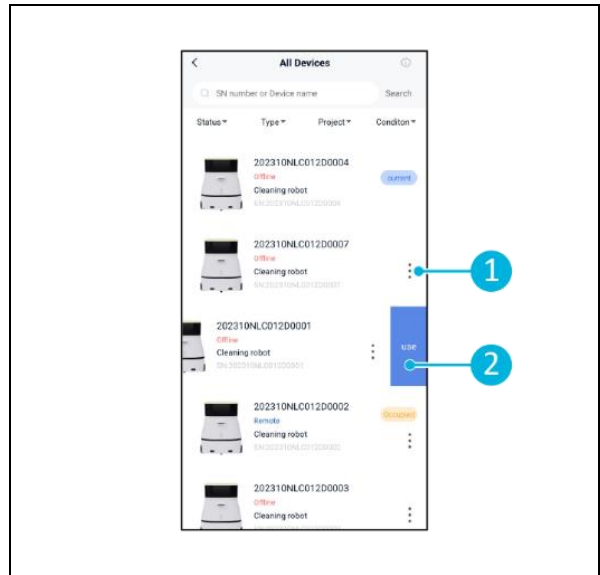

Figura 19
3. Selezionare [\[tre punti\]](#) (Figura 19, pos. 1).
4. Selezionare [\[usa\]](#) (Figura 19, pos. 2).